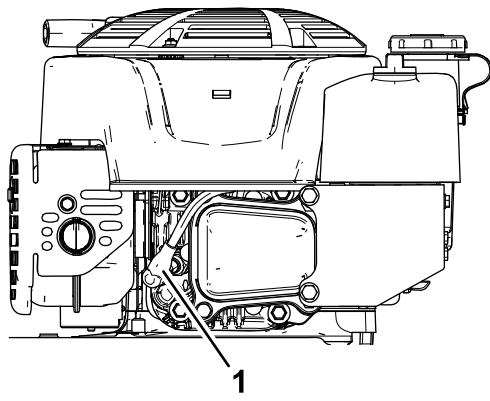

Figura 30
- Desligue o fio da vela da ignição da vela da ignição (Figura 30).